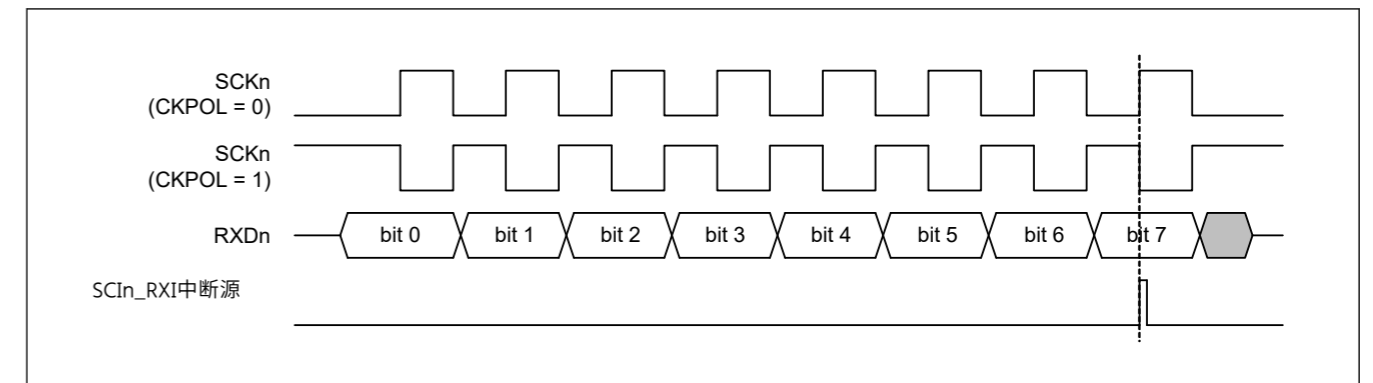

Figure 25.78 带时钟延迟的简单SPI模式下SCIn\_RXI中断的时序
- 对于时钟延迟设置（SPMR.CKPH位为1），接收数据满中断（SCIn\_RXI）在SCKn引脚的最后一个时钟沿之前产生，如图25.78所示。如果SCR寄存器中的TE和RE位在SCKn引脚上的时钟信号的最后一个边沿之前变为0，则SCKn引脚处于高阻抗状态，因此传输时钟的最后一个时钟脉冲的宽度为缩短。此外，SCIn\_RXI中断可能会导致所连接从机的SSn引脚上的输入信号在SCKn引脚上的时钟信号的最后一个边沿之前变为高电平，从而导致从机的错误操作。